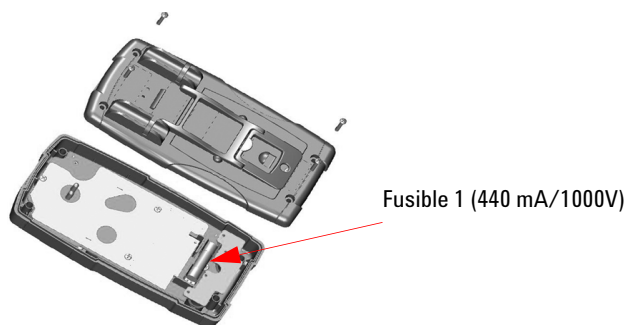

Figura 4-10 Reemplazo del Fusible 1
- 3 Extraiga con cuidado el Fusible 1 defectuoso haciendo palanca en un extremo del fusible y retirándolo del soporte, consulte la Figura 4-10.